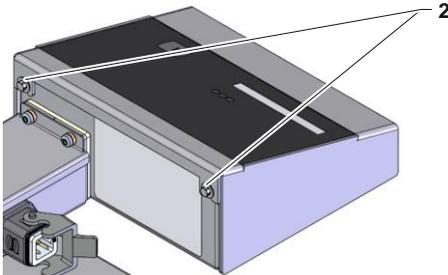

Abb. 6: Rückseite Auswerteeinheit
- Schrauben (Kennzeichnung 2 → Abb. 6) festziehen.